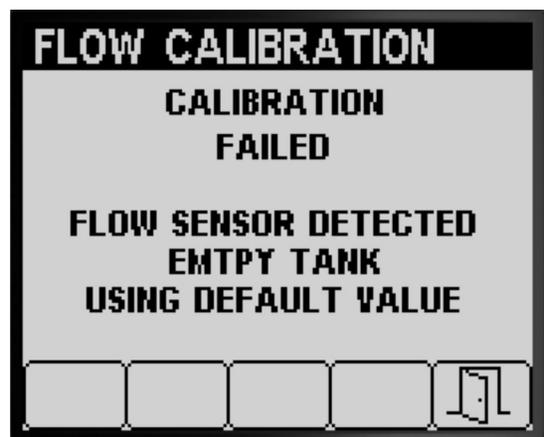
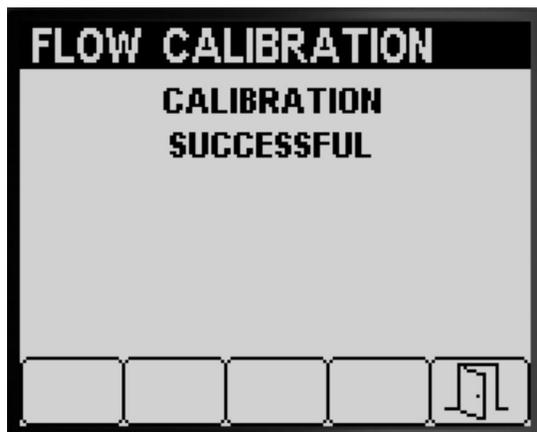

Figura 56
Figura 55
- Aparece un mensaje para confirmar que la calibración de caudal ha finalizado con éxito (Figura 55).
- Aparece un mensaje para indicar que la calibración de caudal ha finalizado con error (Figura 56).
3. Pulse el botón 5 para salir de la pantalla Calibración de velocidad (Figura 55, Figura 56 y Figura 57).